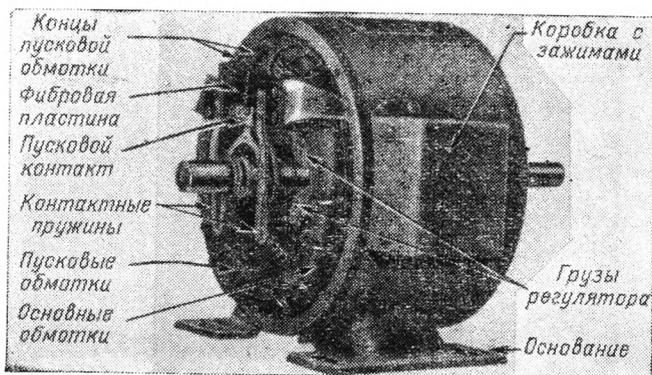

Рис. V.110. Электродвигатель переменного тока со снятой крышкой.
**Запуск асинхронного двигателя.** Для того чтобы ротор начал вращаться, в некоторых типах электродвигателей применяют пусковое устройство. Наиболее распространен запуск асинхронного двигателя при помощи двух статорных обмоток. Одна обмотка называется рабочей, а другая — пусковой (рис. V.110). Пусковая обмотка позволяет запустить двигатель, т. е. привести во вращение его ротор. Когда скорость вращения двигателя достигает заданной величины, пусковая обмотка отключается. Когда пусковая обмотка